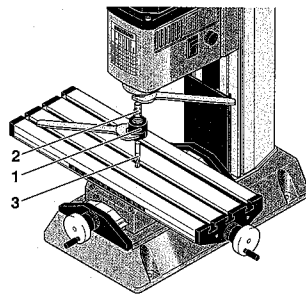

Fig. 3
1. Spindel mit Schlüssel blockieren und Überwurfmutter 1 (Fig.3) lösen.